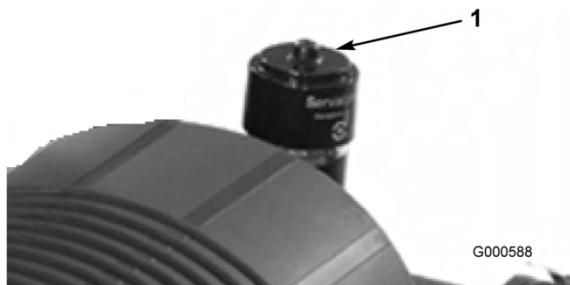

Bild 28
Warten Sie den Luftfilter nur, wenn die Wartungsanzeige dies angibt (Bild 28). Das frühzeitige Auswechseln des Luftfilters erhöht nur die Gefahr, dass Schmutz in den Motor gelangt, wenn Sie den Filter entfernen.
6. Stellen Sie die Anzeige (Bild 28) zurück, wenn sie auf Rot steht.